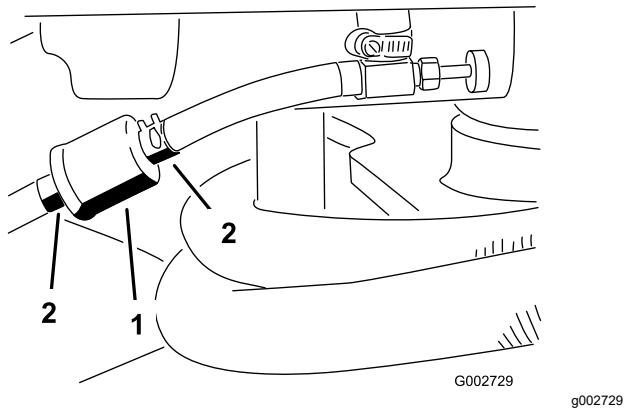

図 30
1. 燃料バルブを閉じ、フィルタのキャブレタ側についているホースクランプをゆるめ、燃料ラインからフィルタを外す図 30。